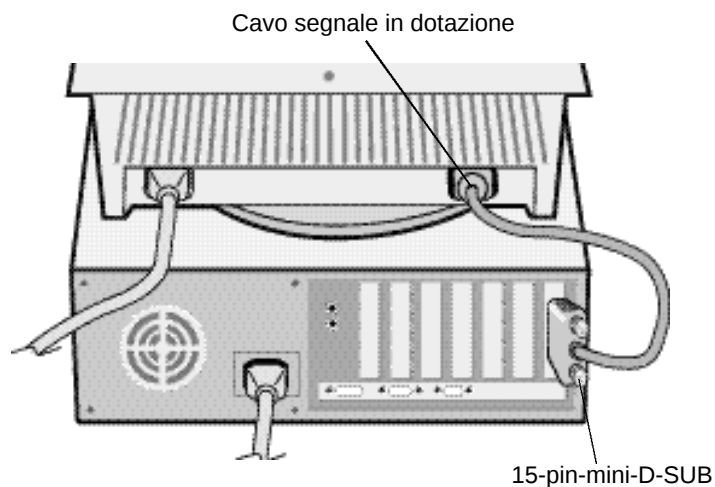

Figura A.1
- 3 Connettere il connettore 15-pin.mini-D-SUB al connettore della scheda video del Vostro sistema (Figura A.1). Avvitare bene tutte le viti.